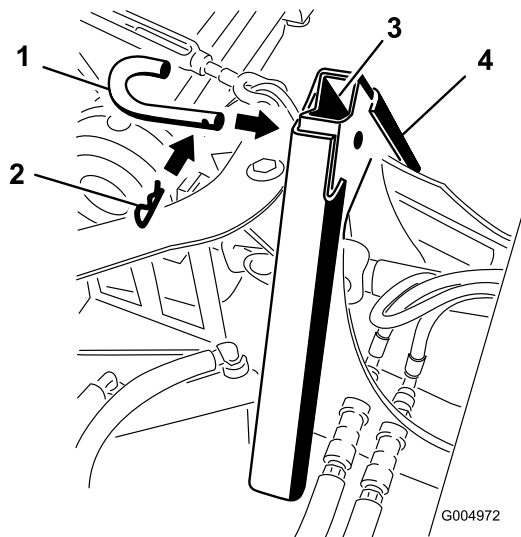

Figure 71
- Accouplez les deux adaptateurs ensemble avec la goupille de fixation et la goupille fendue, comme montré à la Figure 71.